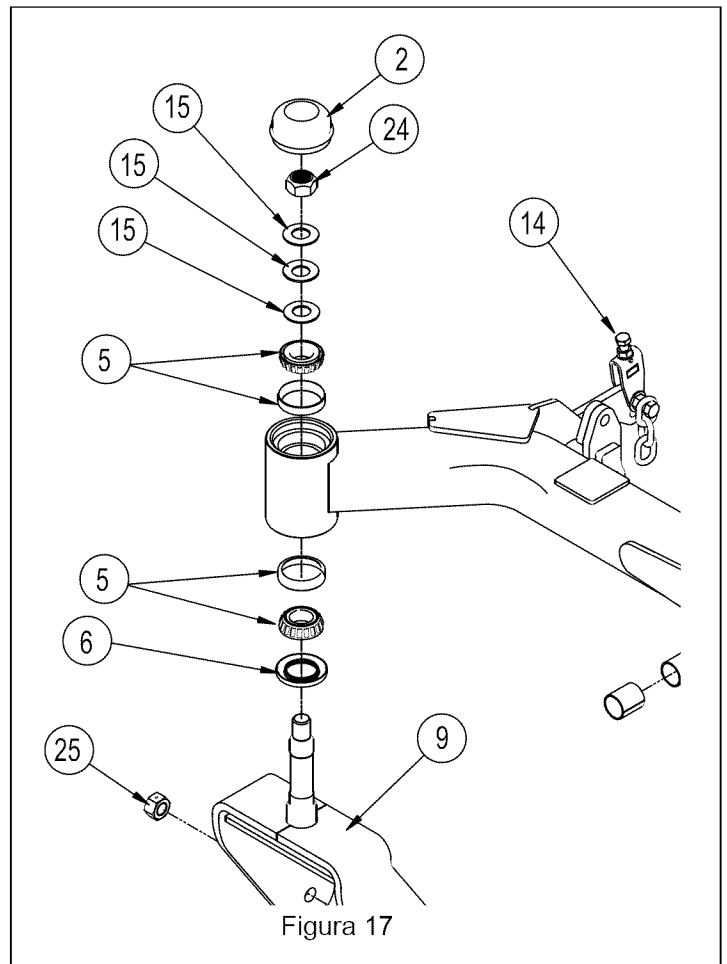

Figura 17
3. Quite la tapa (2), la contratuerca de 3/4" (24), las tres arandelas Belleville de 3/4" (15), y la estructura soldada frontal de la rueda (9), consulte figura 17.
6. Mida la altura de las puntas de las cuchillas en 1 y 2 y ajuste los pernos de ajuste frontales (consulte figura 17, ítem 14) y los pernos en U traseros para garantizar que la plataforma esté nivelada de izquierda a derecha.